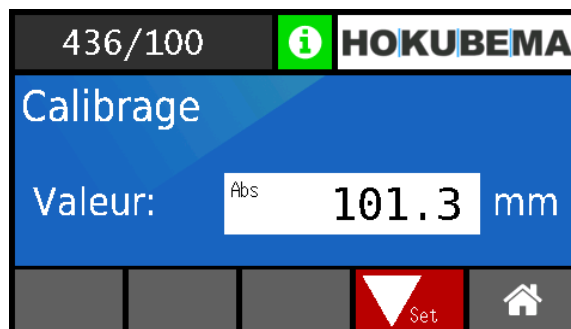

Figure 33 : saisie de la valeur de calibrage
- Entrez la valeur mesurée (par ex. **101,3** mm) dans le champ « **Valeur** » (voir ⇒ Figure 33) :